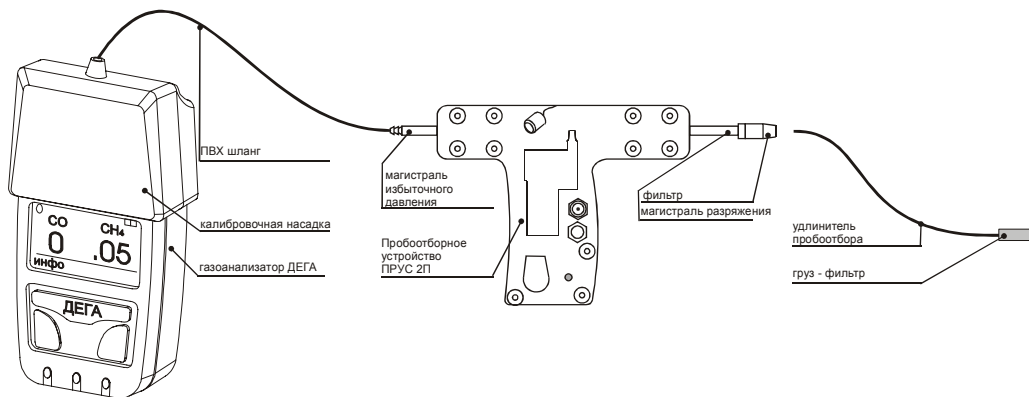

Рис. 3.
3.3.4. Для проверки работоспособности газоанализатора соедините баллон с ПГС с градуировочной насадкой, наденьте градуировочную насадку на газоанализатор, как показано на рис. 3. Подайте ПГС на вход газоанализатора в течение 3 мин с расходом 200 – 400 см³/мин. Последовательно должны появиться надписи Порог 1, Порог 2, надпись ВНИМАНИЕ, и сработает звуковая и световая сигнализация, соответствующая Порогу 1 и Порогу 2. Зафиксируйте численное значение концентрации на индикаторе. Показания газоанализатора для измеряемого компонента должны иметь отклонения от действительного значения его концентрации в ПГС (при условии, что проверка проводится при нормальных условиях), не превышающие погрешность измерения, указанную в таблице 1.
3.4.4. Соедините источник ПГС с градуировочной насадкой, наденьте градуировочную насадку на газоанализатор, как показано на рис. 3. Концентрация измеряемого вещества в ПГС должна быть выше значения Порог 2. Перечень ПГС приведен в Методике поверки газоанализатора.
3.5.5. Соедините градуировочную насадку с источником поверочного нулевого газа ПНГ, наденьте градуировочную насадку на газоанализатор (см. рис. 3), подайте ПНГ на вход детектора с расходом 200-300 мл³/мин. Требования к ПНГ изложены в методике поверки. Нажатие кнопки ОТМЕНА прерывает операцию и возвращает прибор в главное меню.
3.5.6. Подсоедините к градуировочной насадке источник ПГС (см. рис. 3) и подайте ПГС на вход детектора с расходом 200-400 см³/мин. Чтобы инициировать градуировку нажмите кнопку НАЧАТЬ, индикатор имеет вид:
По дополнительному заказу ПРУС комплектуется удлинителем пробоотбора до 10 метров и груз-фильтром. Схема соединения газоанализатора с ПРУС приведена на рис.3.